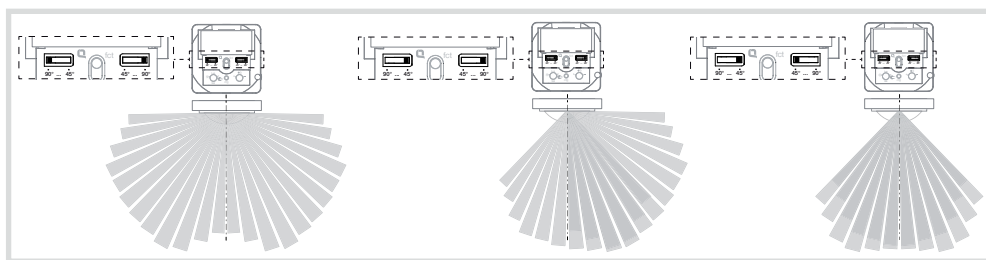
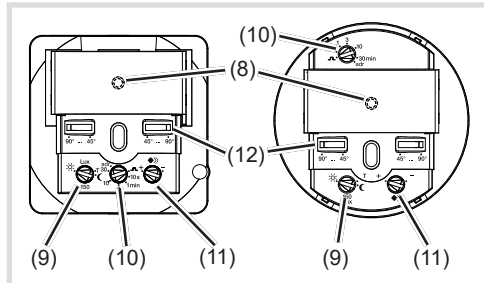

Figure 5 : réglage de l'angle de détection
Figure 8
Les dispositifs de réglage (Fig. 8, 12) permettent de limiter l'angle de détection entre 45° et 90° respectivement pour le côté droit et le côté gauche. Ainsi, l'angle de détection peut être compris entre 90° et 180° (Fig. 5).
- Placer le potentiomètre de réglage de la luminosité de déclenchement (Fig. 8, 9) en position TEST.
- Placer le potentiomètre de luminosité de déclenchement (Fig. 8, 9) dans la position souhaitée.
- Tourner le potentiomètre de réglage de la temporisation (Fig. 8, 10) dans la position souhaitée.
- Placer le potentiomètre de réglage de la sensibilité (Fig. 8, 11) dans la position souhaitée.